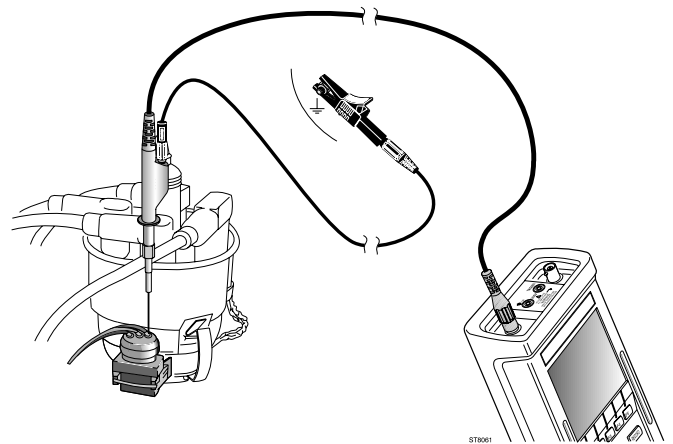

Bild 67, Testen einer Halleffekt-Zündverteiler-Steuerung
3. Schließen Sie die Meßleitungen so an, wie dies von der Funktion **Anschlußhilfe** und in Bild 67 dargestellt wird.